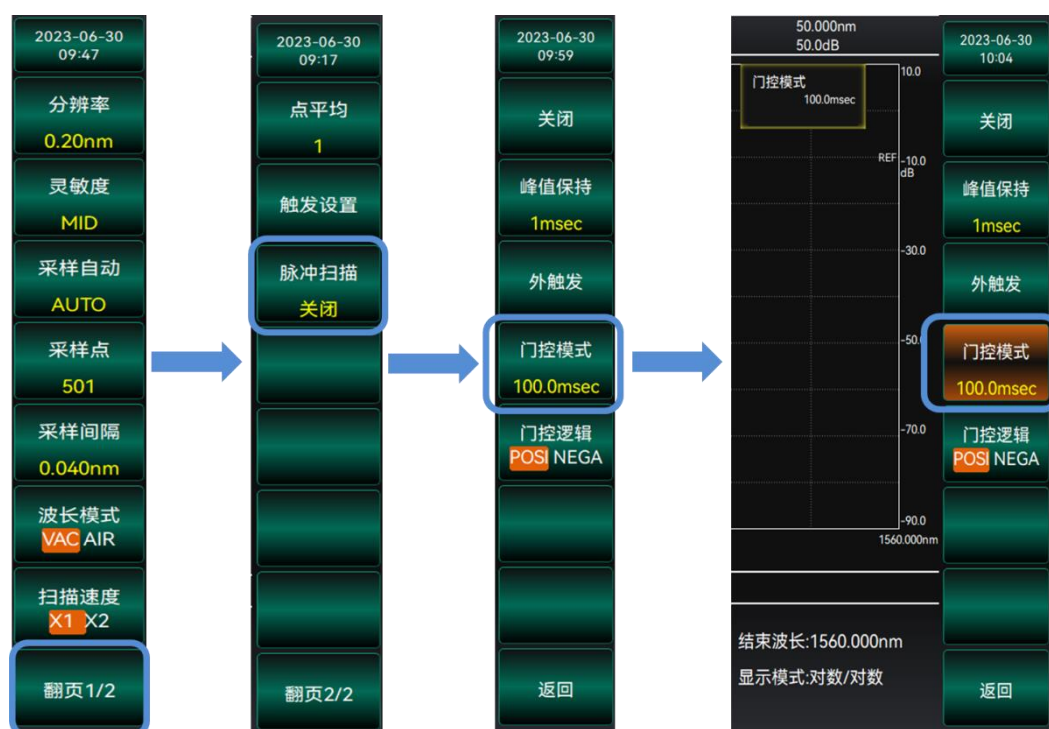

图 3.15 门控采样设置示意图
- 3. 选择【门控模式】，显示门控模式的采样间隔时间的设置弹框，如图 3.15 所示。